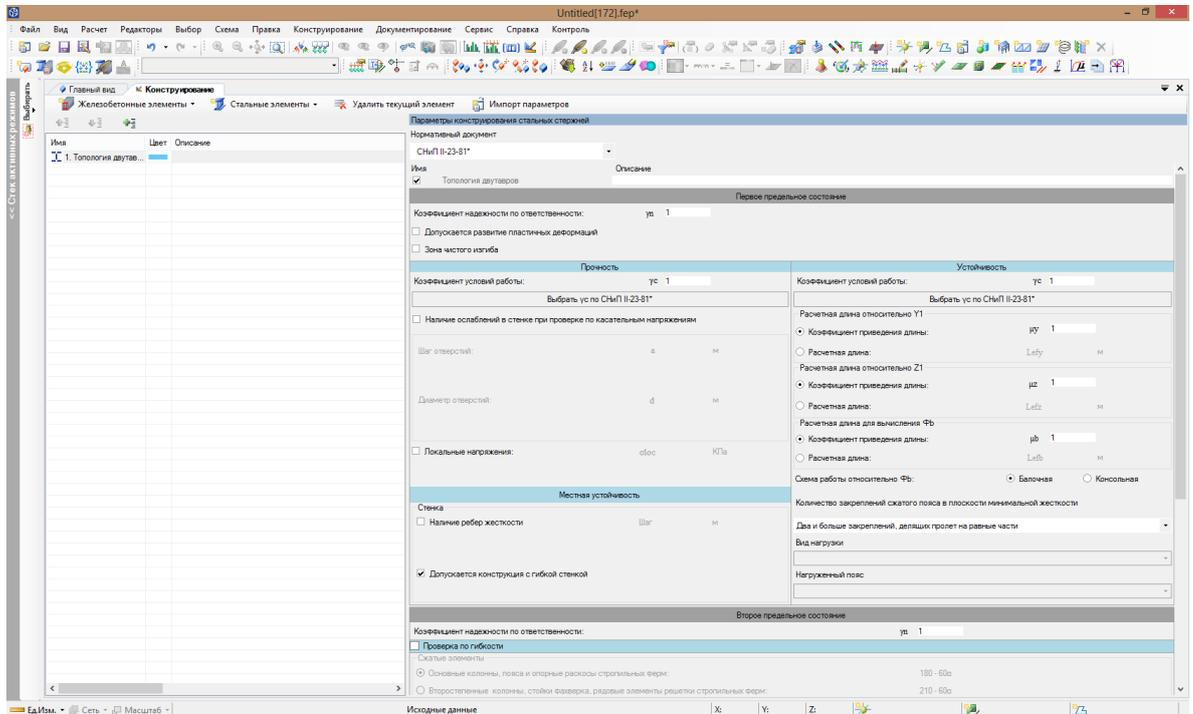

Рисунок 2.318 Редактор параметров конструирования
**Редакторы** ⇒ **Редактор параметров конструирования** (кнопка  на панели инструментов), вызовите вкладку **Конструирование** (рисунок 2.318).
В левой части **Редактора параметров конструирования** расположена таблица с перечнем созданных типов свойств параметров конструирующего расчета. При одноразовом щелчке мыши по выбранному элементу списка (рисунок 2.318) в левой части **Редактора параметров конструирования** в таблице с перечнем созданных типов свойств параметров конструирующего расчета появится новая запись, содержащая схематическое изображение, стандартное наименование, цвет и описание добавленного элемента.